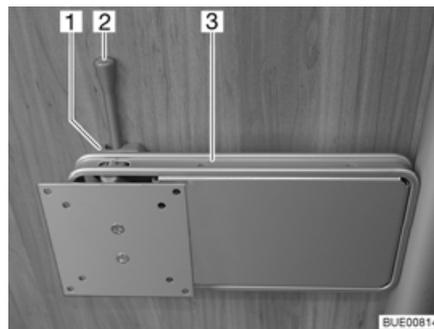

Bild 90 Halterung an Säule
- Den Entriegelungshebel (Bild 90,2) zur Seite drücken und die Halterung (Bild 90,3) mit dem Flachbildschirm in die gewünschte Position drehen.
- Flachbildschirm zurückdrehen, bis die Halterung (Bild 90,3) in die Verriegelung (Bild 90,1) einrastet.